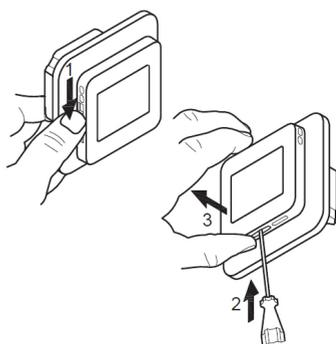

Рисунок 4
1. Сдвиньте кнопку включения питания вниз в положение Выкл. "0". (**Рис. 4**).